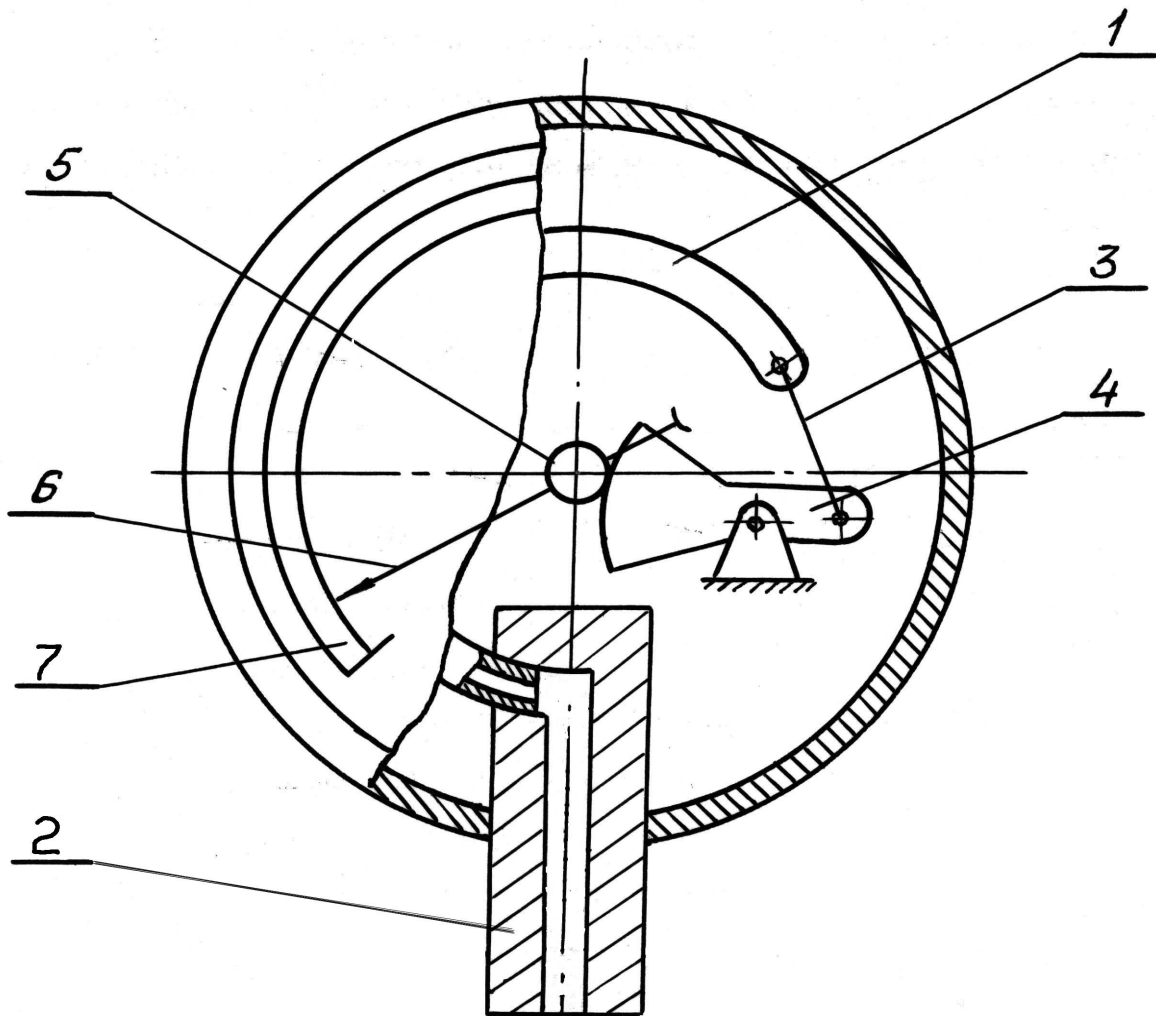

Рисунок 1
3.2 Измеряемое давление подается во внутреннюю полость манометрической пружины 1 (рисунок 1), один конец которой жестко закреплен в держателе 2, другой свободен.